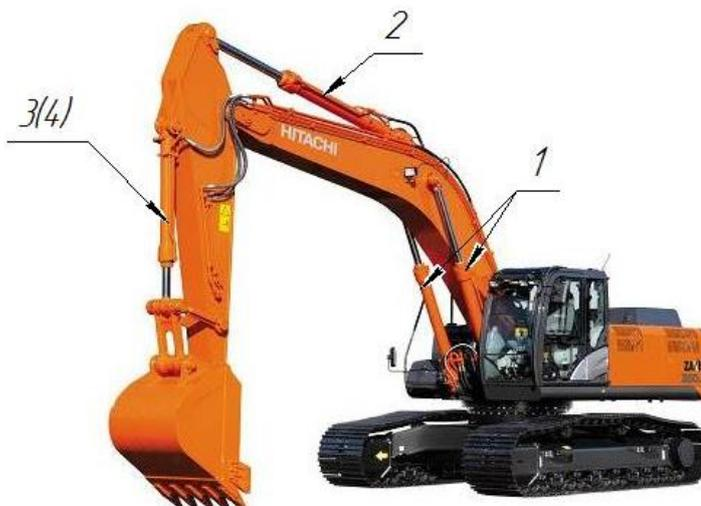

Рисунок 1. Расположение гидроцилиндров в экскаваторе
В современном горно-шахтном оборудовании используется до 90% импортной техники, которая по мере эксплуатации требует ремонта. Поэтому по мере изнашивания оборудования необходима его замена. Заказ у производителя экономически нецелесообразен и в современных условиях почти не возможен. В рамках данной работы рассмотрена задача замены штока стрелового экскаватора Hitachi ZX 450. В экскаваторе расположены 3 вида гидроцилиндров из 4: 1) стреловой, 2) рукояти, 3) ковшевой, 4) грейферный (рисунок 1). Третий и четвёртый виды гидроцилиндров зависят от рабочего органа, т.е. ковшевой, если на конце расположен ковш, грейферный, если грейфер. Два гидроцилиндра, расположенные у кабины, и являются стреловыми (1), они регулируют высоту погружения ковша. Самый верхний гидроцилиндр-рукояти (2) регулирует движение ковша вперёд-назад. Самый левый гидроцилиндр-ковшевой (3) выполняет движение самого ковша.